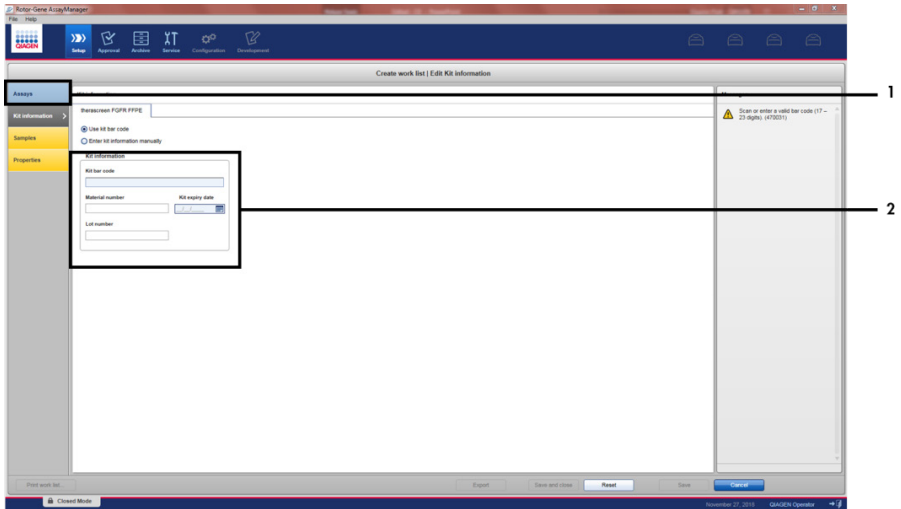

Figura 9. Ventana principal de creación de una lista de trabajo. 1 = Pestaña “Kit information” (Información del kit).
4. Haga clic en la pestaña “Kit information” (Información del kit). Seleccione “Enter information manually” (Introducir información del kit manualmente) e introduzca la información del kit (Figura 9).